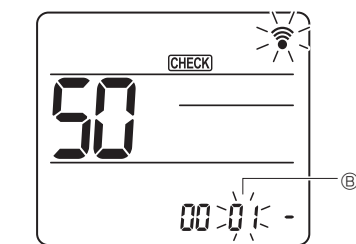

Fig. 6-18
Tryck på knappen [50] för att ställa in lägesnummer ②. (Fig. 6-18)